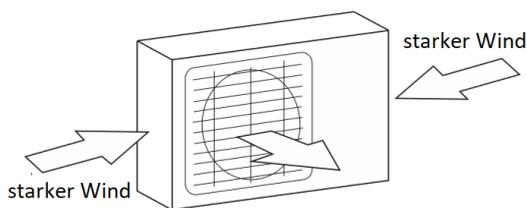

Abb. 5.1
- ☑ Wenn der Standort starken Winden ausgesetzt ist (z. B. in der Nähe einer Küste), muss das Gerät an der Wand aufgestellt werden, um es vor dem Wind zu schützen. Verwenden Sie ggf. eine Markise. (Siehe Abb. 5.1 und 5.2)